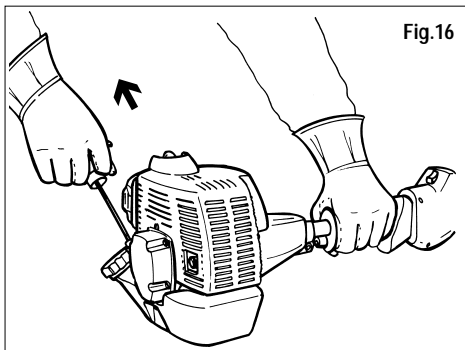

Fig.16
- 7) Ligue o motor como descrito no manual da Roçadora (fig. 16).